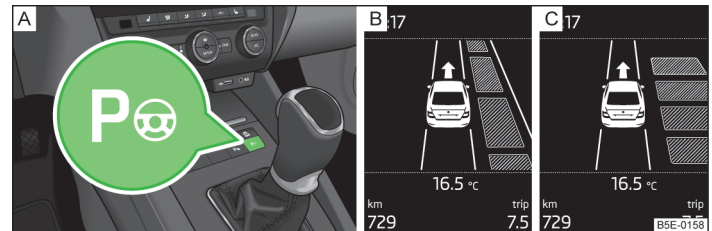

Fig. 133 Touche système / Affichages sur le visuel du combiné d'instruments
Le voyant  » fig. 133 à la page 144 -  dans la touche  s'allume quand le système est activé.
- Appuyez **une fois** sur la touche » fig. 133.
Les données suivantes s'affichent sur le visuel du combiné d'instruments » fig. 133 - .
- Appuyez **deux fois** sur la touche » fig. 133.
- Appuyez **une fois** sur la touche **[Pw]** » fig. 133 à la page 144.